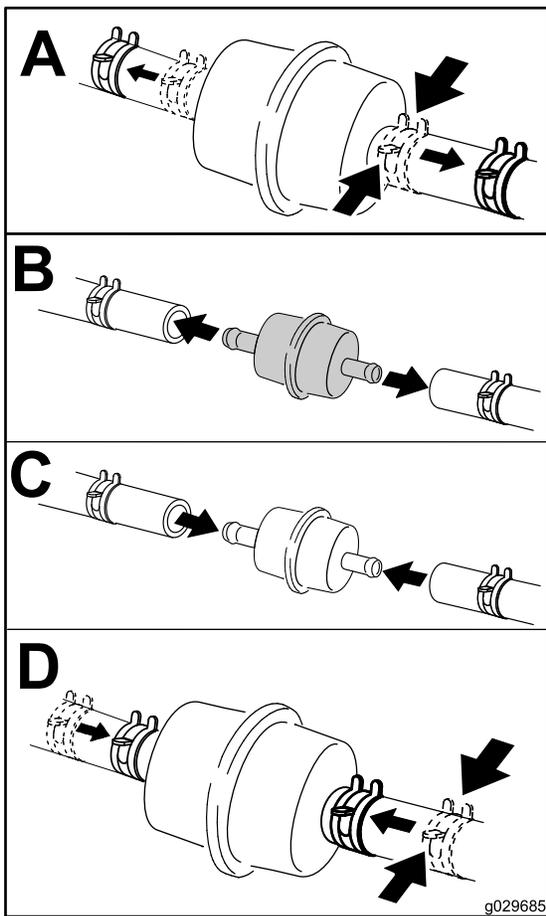

図 45
6. 燃料フィルタの下に汚れのない容器を置き、図 45に示すように燃料フィルタを交換する。